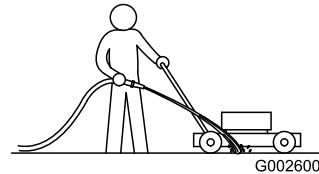

Bild 16
3. Lassen Sie den Motor bei eingekuppeltem Messer laufen und sprühen Sie Wasser vor das **rechte Hinterrad** (Bild 16).